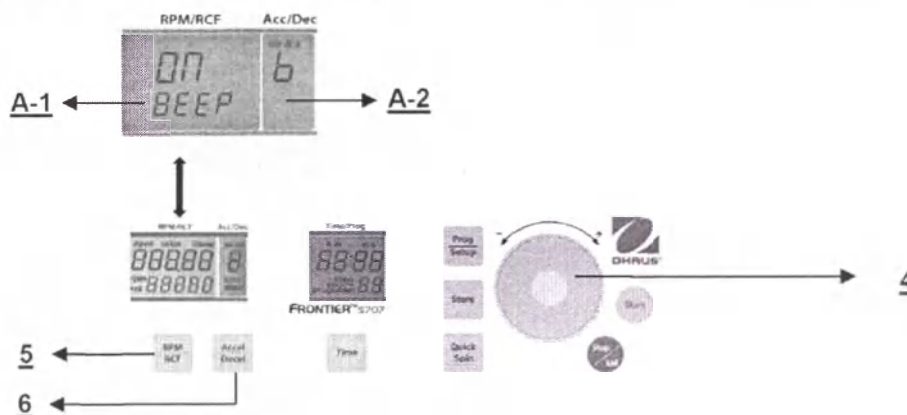

Рис. 32
Включите режим установки параметров, как указано в разделе 4.1.2, затем нажмите кнопку **Accel/Decel** (6). В поле **Acc/Dec** (A-2) будет мигать слово **Service**. С помощью сенсорного диска (4) выберите символ **B**. В поле **RPM/RCF** (A-1) появится текст **ON/BEEP**. Нажмите кнопку **RPM/RCF** (5) и с помощью сенсорного диска (4) включите (On) или выключите (Off) звуковое подтверждение нажатия кнопок. (См. рис. 32.)